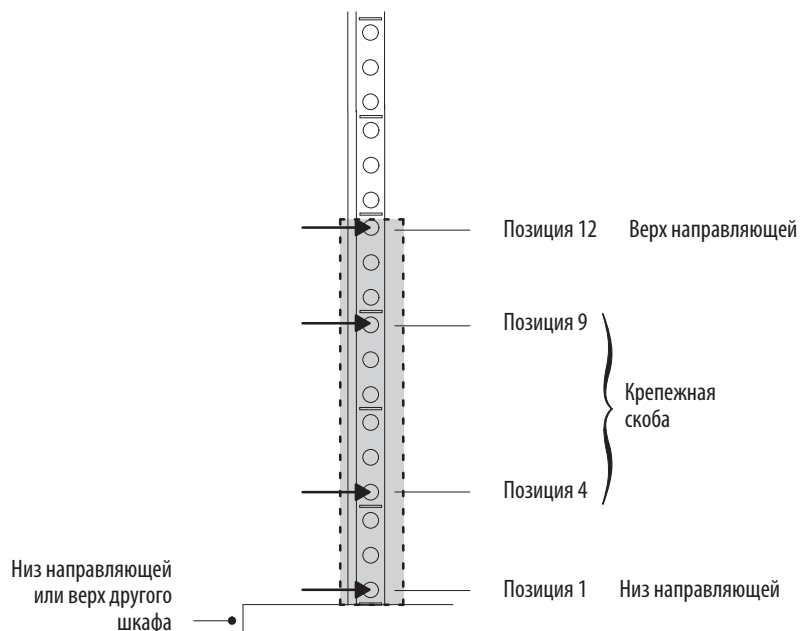

Рисунок 17. Положения винтов передней направляющей для ИБП
1. Выберите соответствующие отверстия в стойке для позиционирования ИБП (см. рисунок 17).